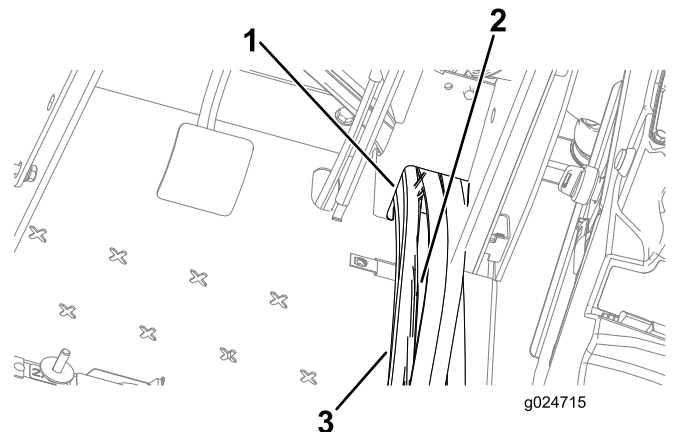

Figura 32
1. Encaminhe a cablagem ao longo dos tubos na abertura do painel do chão (Figura 32).